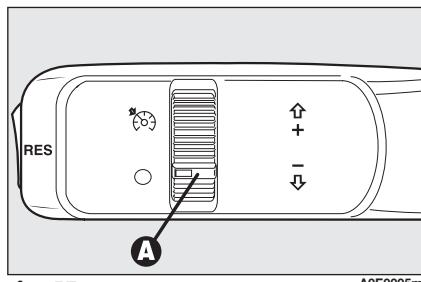

fig. 57
- gire el casquillo **A-fig. 57** a y pisando el pedal del acelerador lleve el coche a la velocidad deseada;
- girando el casquillo **A-fig. 57 a O**;
En caso de funcionamiento defectuoso o de avería en el dispositivo, gire el casquillo A-fig. 57 a O y acuda los Servicios Autorizados Alfa Romeo después de verificar el estado del fusible de protección.